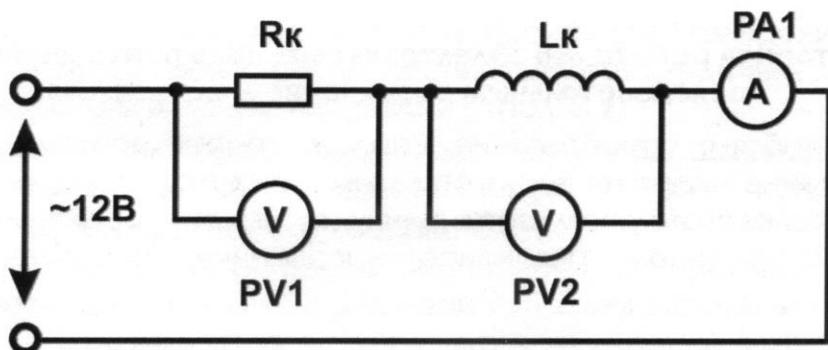

Рис. 3.1 Определение параметров элементов цепей переменного тока.
- 3.3 Собрать электрическую цепь для определения полного сопротивления Z_k катушки L_k (рис. 3.1). Предъявить схему для проверки преподавателю.